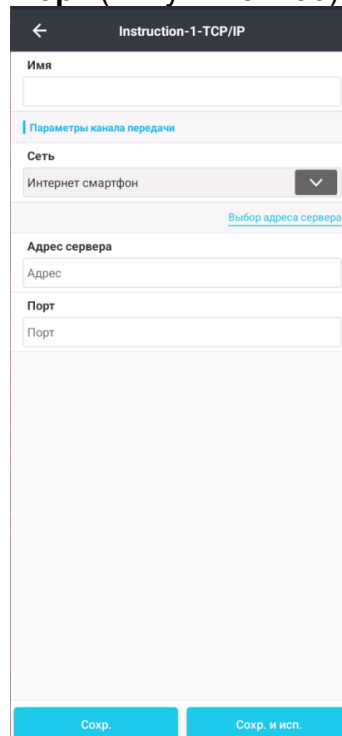

Рисунок 5.2.36
6. Укажите **Адрес сервера** и **Порт** (Рисунок 5.2.36).